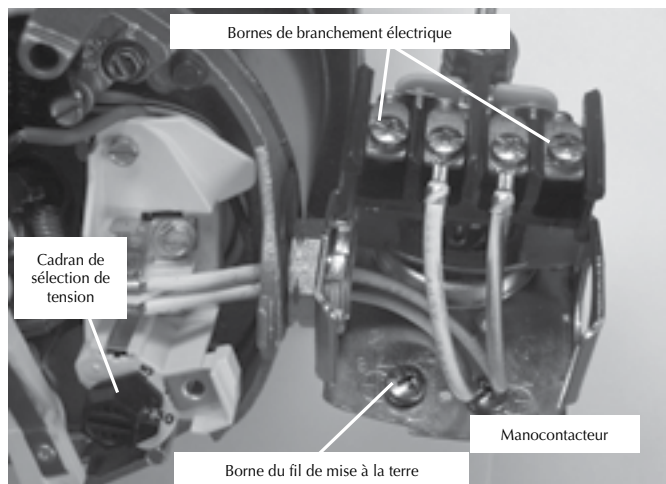

Figure 4 : Tension réglée à 230 V sur sélecteur à cadran
3. Fixer les fils d'arrivée de courant aux deux vis extérieures du manostat (Figure 4).
4. Relier le fil de terre aux bornes de raccord de mise à la terre (Figure 4).
- 1 ° Brancher tout d'abord le fil de mise à la terre, comme il est illustré à la Figure 4. Le fil de mise à la terre doit être un fil de cuivre massif d'un diamètre au moins aussi gros que le diamètre des fils de tension.
- 4 ° Brancher les fils de tension sur le manostat, comme il est illustré à la Figure 4.